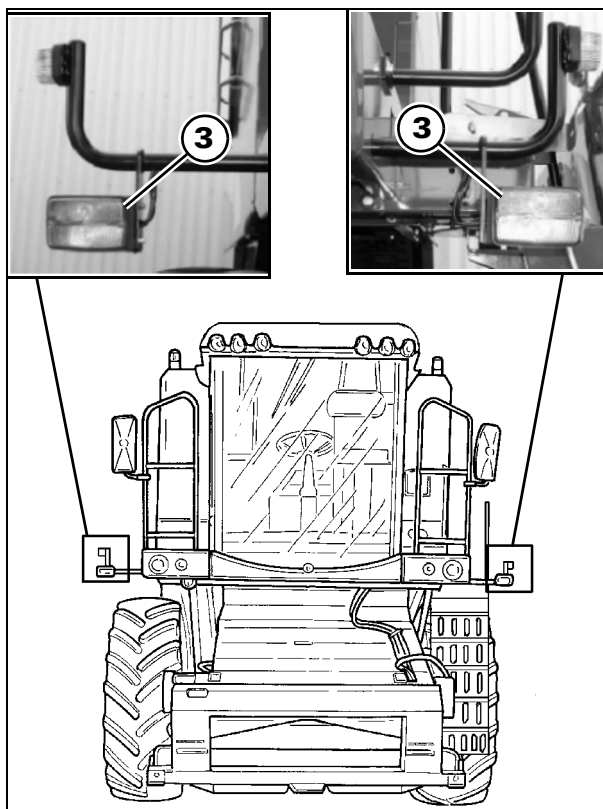

Рис. 87
- при первой сборке комбайна или при замене шин другими шинами из числа сертифицированных (см. таблицы на стр. 11-2) необходимо отрегулировать положение габаритных фонарей и передних стояночных фонарей (3), чтобы они соответствовали габаритным размерам машины (Рис. 87).